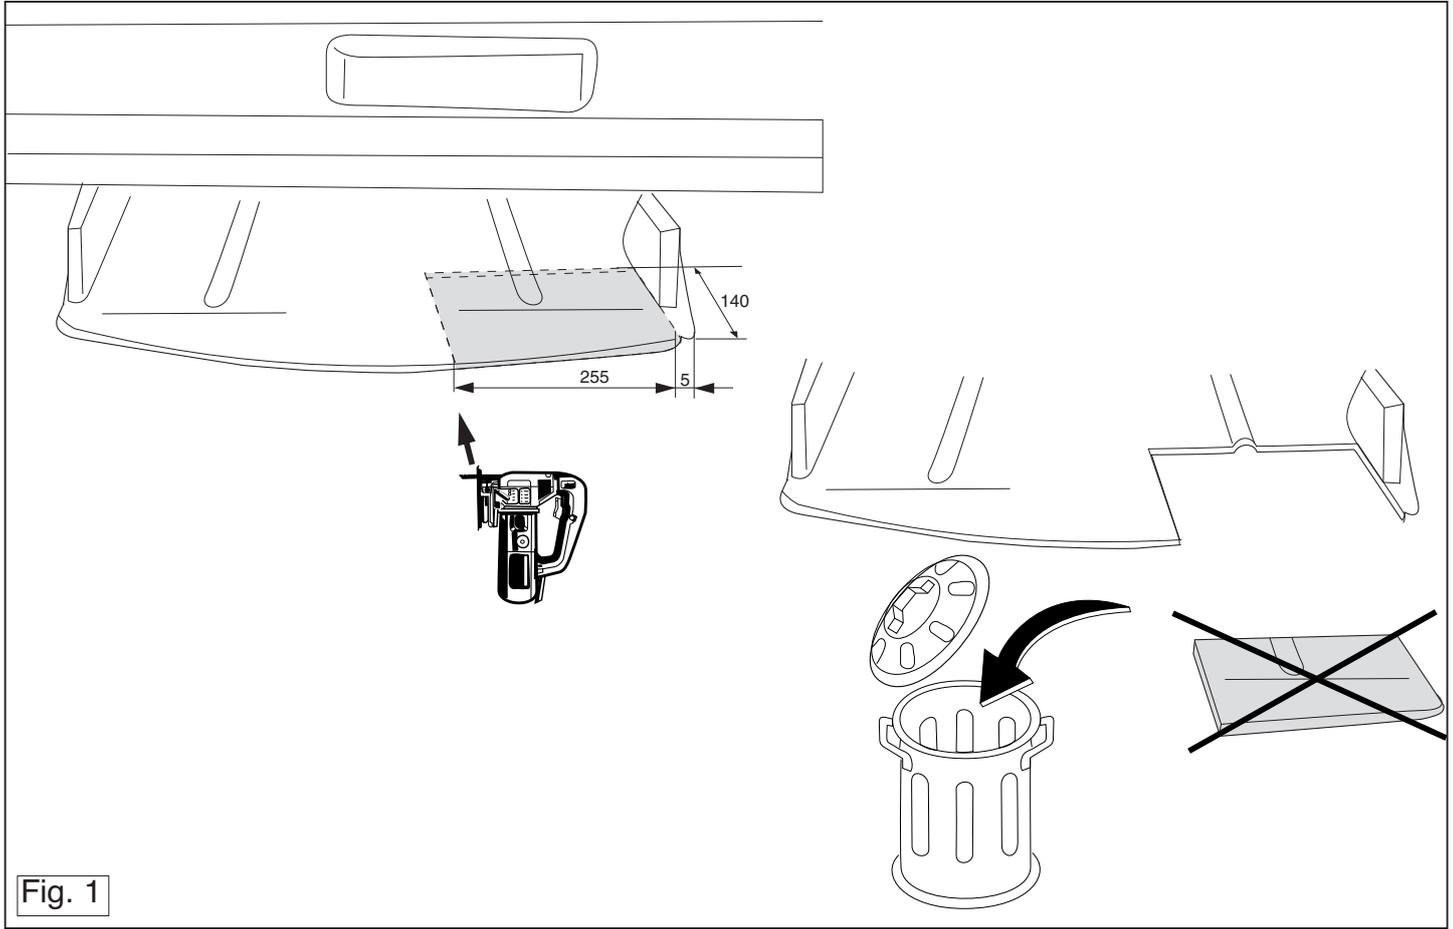

Fig. 1
7. Sav en del ud af beskyttelseskappen jf. fig.1.